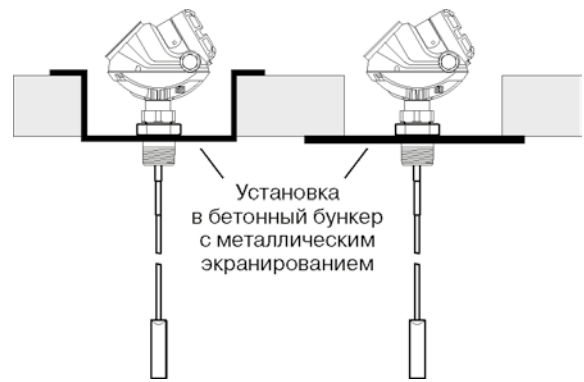

Рис. 15.
- Монтаж на толстом железобетонном бункере должен быть выполнен заподлицо с нижней границей. При этом необходимо обеспечить металлическое экранирование (см.рис. 15).